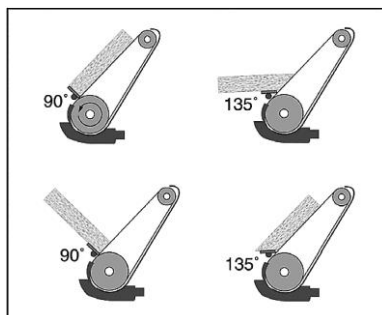

Fig. 6
1. Avant de démarrer l'appareil, ajustez l'angle du support d'outil de façon à soutenir votre pièce à travailler et pour que la surface à sabler soit parallèle à la courroie abrasive tel qu'illustré à la figure 6.